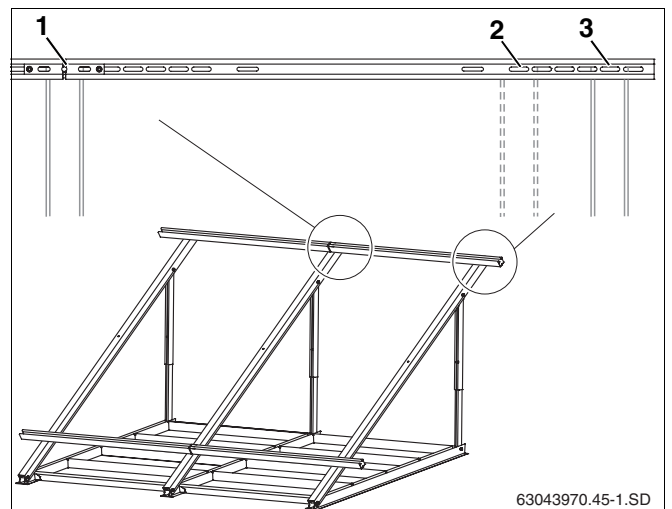

Fig. 33 Nivelación de los perfiles guía en caso de cubas de carga
| vertical:   | Disposición: orificio central de la pieza de unión (fig. 33, pos. 1 ) | Disposición: 6. orificio ovalado de la derecha (fig. 33, pos. 2 ) |
| horizontal: | Disposición: 2. orificio ovalado de la derecha (fig. 33, pos. 3 )     | Disposición: 2. orificio ovalado de la derecha (fig. 33, pos. 3 ) |